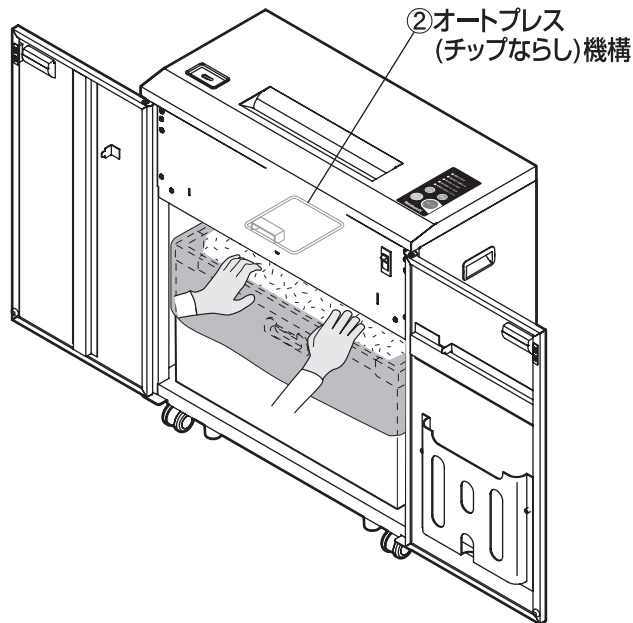

図7 細断紙片の押し下げ
1. 扉(右扉⑧)、左扉⑨を開けて電源スイッチ①の下側を押して電源を切ってください。
2. チップボックス⑮上部の細断紙片を、手で押し下げてください。 **図7 参照**
3. チップボックス⑮を引き出し、細断紙片を処理してください。 **P12『細断紙片の処理方法』参照**
4. 電源スイッチ①の上側を押して電源を入れて、扉(右扉⑧)、左扉⑨を閉めてください。